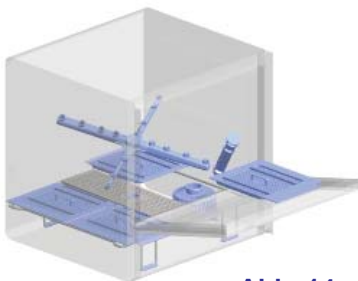

Abb. 14
- Ziehen Sie die Laufräder durch Lösen der Befestigungsschrauben heraus und reinigen Sie die Düsen sowie die Reinigungs- und Spülarms sorgfältig unter fließendem Wasser. Entnehmen Sie die eventuell vorhandenen Oberflächenfilter und reinigen Sie diese mit einer Bürste unter fließendem Wasser (siehe Abb. 14).